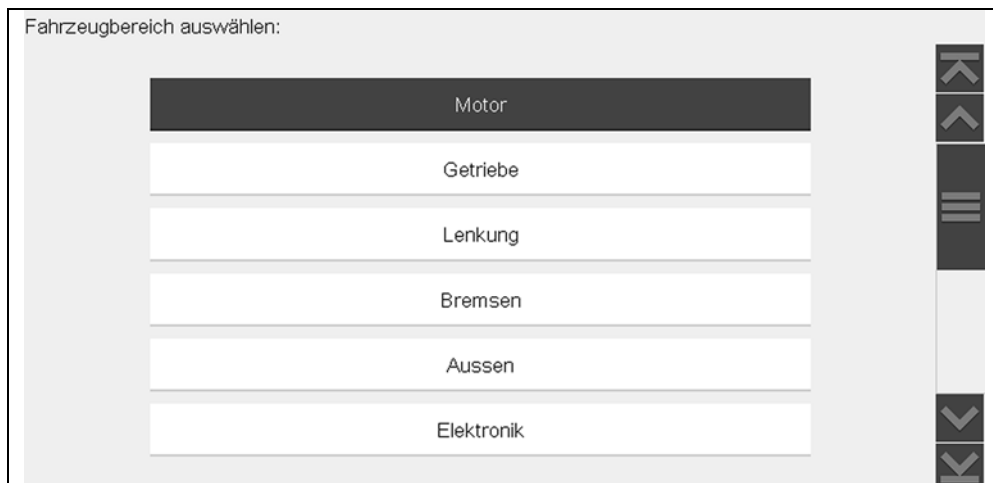

Abbildung 10-5 Fahrzeugbereich-Menü
2. Wählen Sie einen Fahrzeugbereich aus (z. B. **Motor, Getriebe, Bremsen, usw**) (Abbildung 10-5).